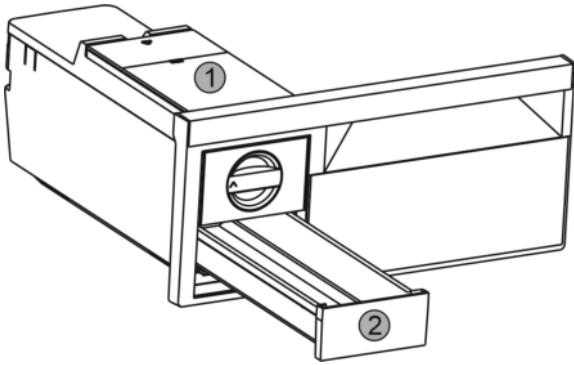

Fig. 115
- ▶ Wassertank Fig. 115 (1) und Eiswürfel-Schubfach Fig. 115 (2) entnehmen.